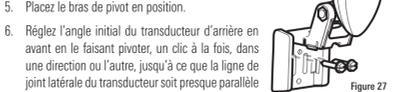
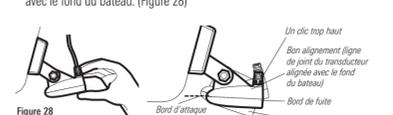

Figure 18
Figure 19
- Maintenez le support de montage contre le tableau arrière du bateau, à l'endroit déterminé au préalable. (Figure 18) Alignez le support horizontalement à l'aide du niveau. Assurez-vous que le coin inférieur du support ne dépasse pas du fond de la coque et qu'il y a un jeu d'au moins 6 mm (1/4 po) entre le bas du support et le bas du tableau arrière pour les bateaux en fibre de verre, ou un jeu de 3 mm (1/8 po) pour les bateaux en aluminium. (Figure 19)